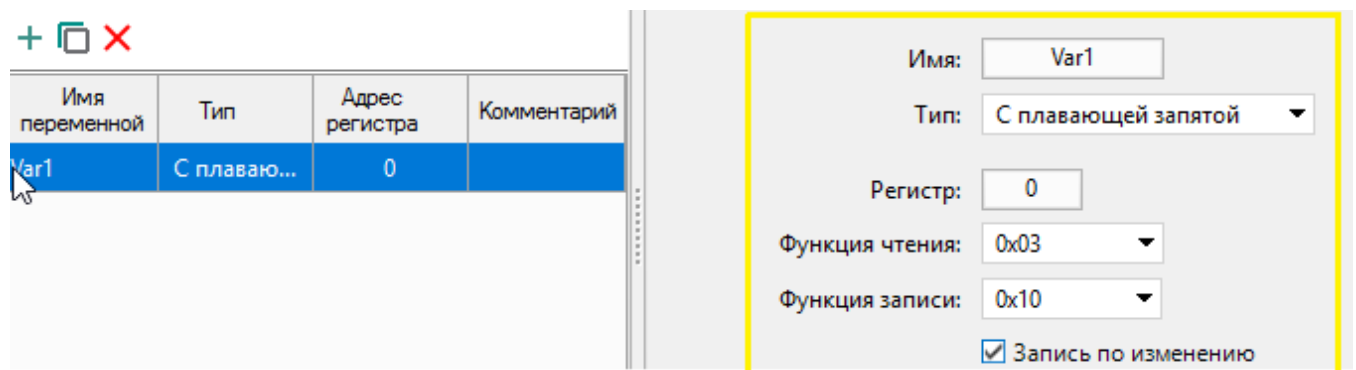

Рисунок 5 – Указание параметров опроса устройства
3) ПКМ на интерфейсе RS485 добавляем устройство, в котором указываем сетевой адрес устройства, его имя, номера регистров для опроса параметров устройства и номера регистров для записи на устройство. Также указываем тип переменной и присваиваем имя переменной (рис. 5).